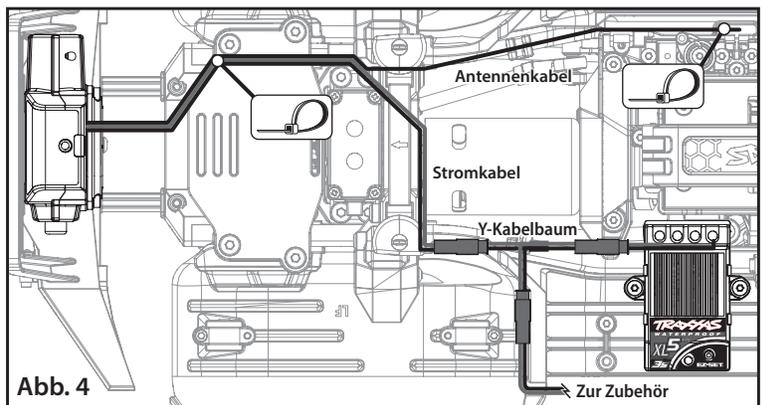

Abb. 4
**Wenn Sie weiteres Zubehör**, (z. B. einen externen BEC oder eine LED-Beleuchtung) montiert haben, stecken Sie den roten Stecker des Drehzahlreglers wie in Abb. 4 gezeigt in die rote Buchse des mitgelieferten Y-Kabelbaums. Stecken Sie die anderen roten Stecker aus dem Y-Kabelbaum in die roten Buchsen aus der Winde und dem sonstigen Zubehör.